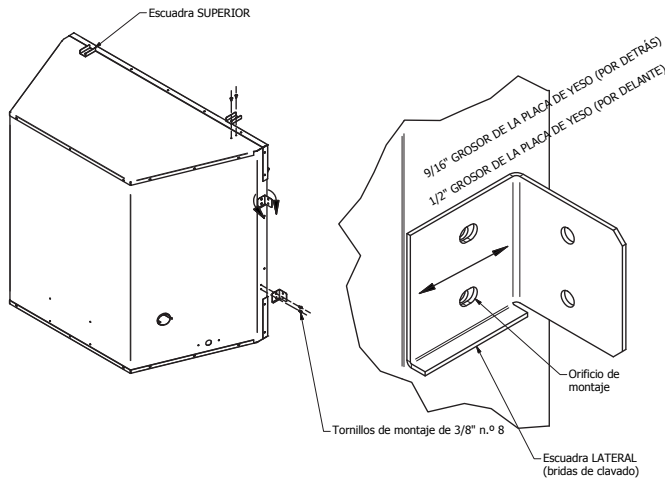

Figura 9: soportes de montaje tipo escuadra
4. Ancle la chimenea a los armazones laterales usando clavos 8d u otro sujetador apropiado. Figura 9.